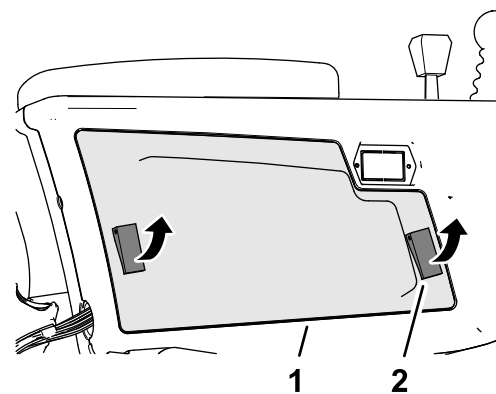

図 129
2. コントロールアームのカバーをコントロールアームに固定しているラッチ2ヶ所を解除してカバーを外す 図 129。